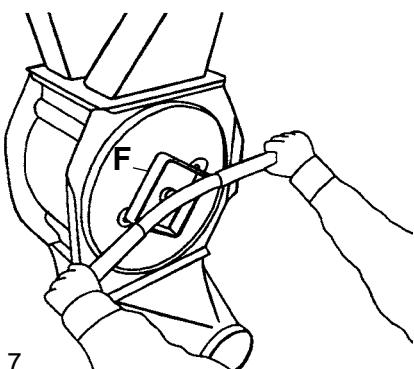

Fig. 7
5. Wyjąć wirnik z obudowy, zobacz fig. 7. Można łatwo zdemontować wirnik, jeżeli zostanie użyte specjalne narzędzie (F). Odpowiednie narzędzie może być dostarczone przez Kongskilde, numer części to 121000514. Obrócić wirnik przeciwnie do kierunku ruchu wskazówek zegara jednocześnie wycofując go z obudowy. Montując wirnik należy użyć ściągacza do obracania wirnika, tak, aby kołek tarczy zabierakowej był zaczepiony w przekładni.